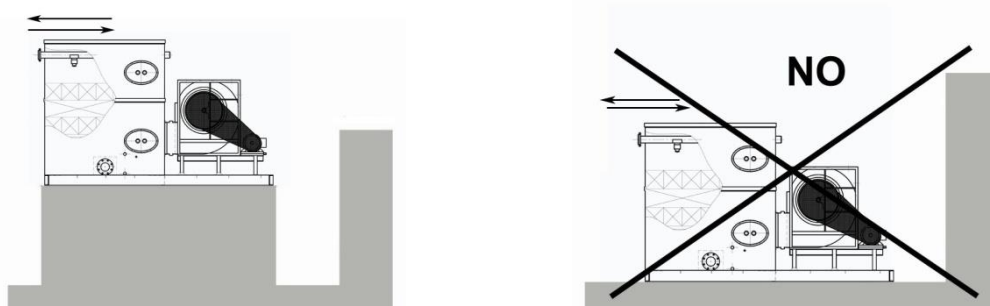

Fig. 6
- e) S'il y a des obstacles immédiatement au-dessus de la tour, hisser celle-ci pour que l'air soufflé atteigne au moins la hauteur de l'obstacle, surtout dans le cas où la direction prédominante du vent est celle indiquée sur la figure 6.